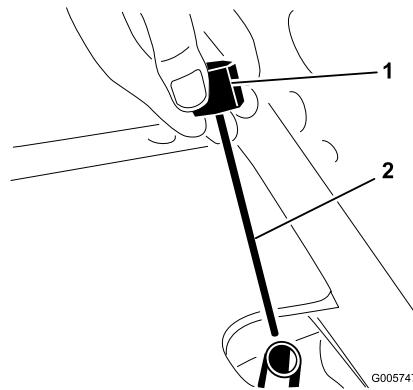

Figura 30
- Desenrosque el tapón de la varilla (Figura 30) del cuello de llenado y límpielo con un paño limpio. Enrosque el tapón de la varilla en el cuello de llenado con la presión de los dedos solamente. Desenrosque la varilla y verifique el nivel de aceite. Si el nivel no está a menos de 13 mm de la muesca de la varilla (Figura 30), añada suficiente aceite hidráulico para que llegue a la muesca. No llene a más de 13 mm por encima de la muesca.